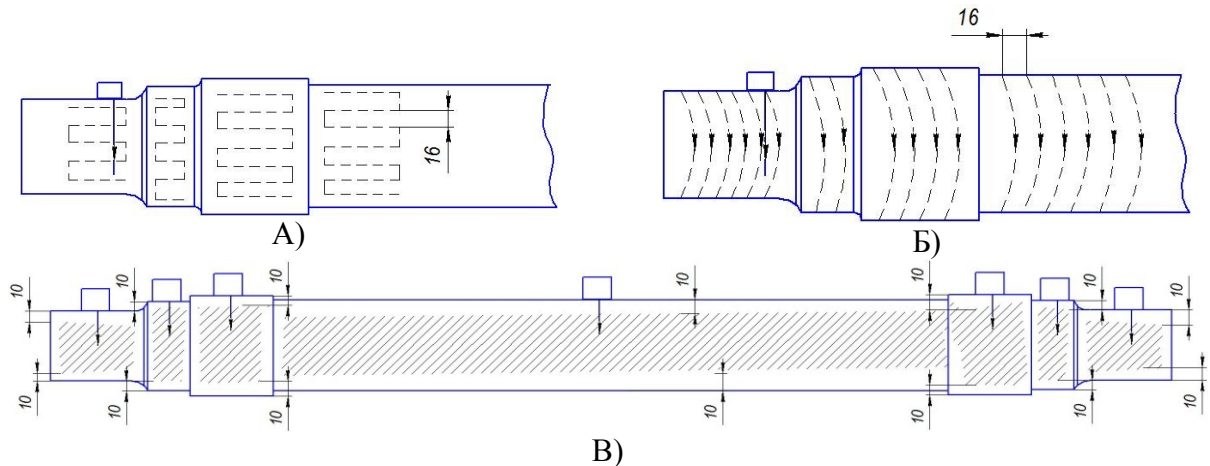

Рис.9.6.1. Схема сканирования и зоны контроля оси по варианту AR2. Ультразвуковые преобразователи П111-2,5-К14-ЖД, П111-5,0-К8-ЖД.
Контроль с цилиндрической поверхности оси продольными волнами в радиальном направлении путем сканирования ПЭП в зонах шеек, предподступичных и подступичных частей, средней части с целью выявления внутренних несплошностей и трещин, Рис.9.6.1.
9.6.4 Нанести контактную жидкость на поверхность оси. Установить преобразователь П111-5,0-К8-ЖД на цилиндрическую поверхность оси и провести сканирование по спирали (Рис.9.6.1.А) или вдоль образующей (Рис.9.6.1.Б) по всей поверхности шеек, предподступичных и подступичных частей, средней части оси (Рис.9.6.1.В) с шагом, не превышающим 16 мм, и скоростью, не более 3 м/мин.